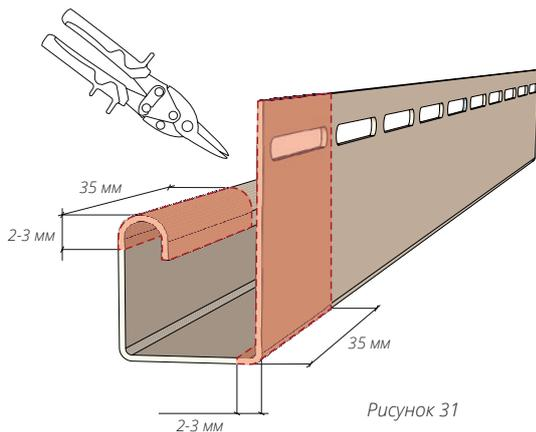
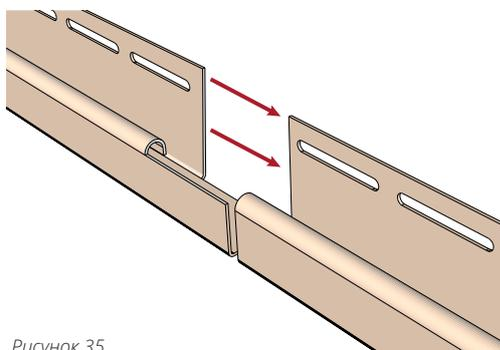

Рисунок 31
Рисунок 35
- 13.5 В случае если высота угла здания превышает длину J-профилей, образующих внутренний угол, их необходимо подрезать согласно (рис. 31, 32).
- 14.1** В случае необходимости соединения J-профилей между собой горизонтально, сделайте подрез одного из соединяемых J-профилей согласно рис. 31, 32, далее смонтируйте J-профили, оставив зазор на тепловое расширение 15 мм (рис. 35, 36), соблюдая общие правила монтажа.